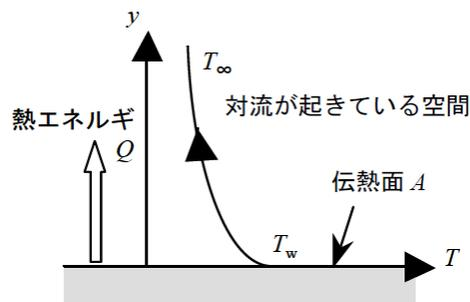

図 1 対流による伝熱面からの伝熱
図 1 のように、面積が $A \text{ (m}^2\text{)}$ で温度が $T_w \text{ (K)}$ の伝熱面の表面を流体が流れ、その表面から十分離れたところでの流体温度を $T_\infty \text{ (K)}$ とした場合に、伝熱面表面から流体に伝わる単位時間あたりの熱エネルギー $Q \text{ (W)}$ は、式(1)で示すニュートンの冷却法則で求められる。